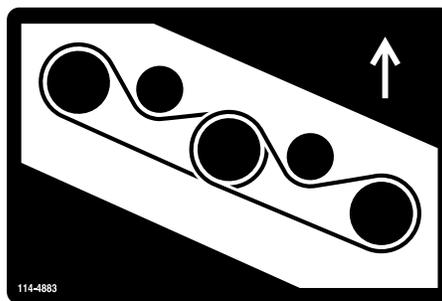

**Рисунок 127**
5. Используя гаечный ключ с храповиком или аналогичный инструмент, отодвиньте натяжной ролик от приводного ремня, чтобы ослабить ремень и снять его со шкивов (Рисунок 127).